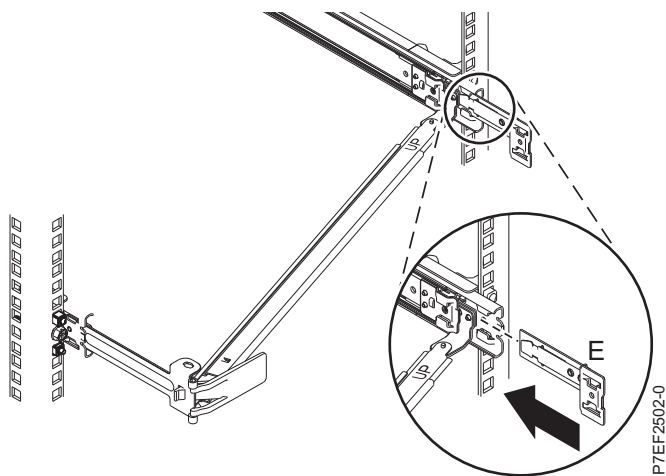

Figura 13. Instalando o suporte de extensão no trilho deslizante
5. Arraste o suporte de extensão **(E)** para o trilho deslizante direito até que o pino com molas se encaixe no lugar. Para obter detalhes, consulte Figura 13 na página 10.